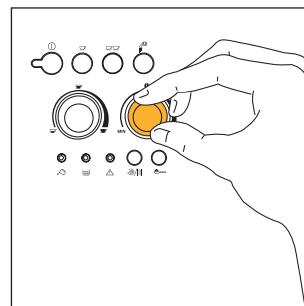
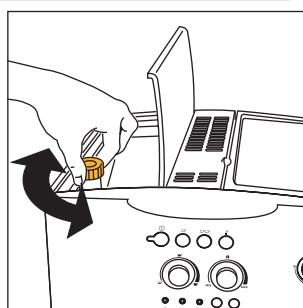

Рис. 7
Рис. 17
- 2) Поверните правую ручку, рис. 7, для установки необходимого количества молотого кофе. Чем больше вы поворачиваете ручку по часовой стрелке, тем большее количество зерен кофе будет помолото и тем крепче будет приготовленный кофе. При первом использовании необходимо путем проб приготовить несколько чашек кофе, чтобы определить правильное положение ручки. Будьте внимательны и не поворачивайте ручку по часовой стрелке слишком сильно, так есть вероятность получить слишком медленное вытекание готового кофе (каплями), особенно, если вы готовите две чашки кофе.
**Примечание 1:** Если кофе выходит каплями или не выливается весь, необходимо повернуть ручку регулировки помола, рис. 17 на один щелчок по часовой стрелке, см. пар.6. Поворачивайте ручку постепенно на один щелчок до получения удовлетворительной подачи кофе.
**ПРИМЕЧАНИЕ 2:** если кофе выливается слишком быстро и пенка на кофе неудовлетворительная, поверните немного по часовой стрелке правую ручку, рис. 7. Путем проб приготовьте несколько чашек кофе, чтобы определить правильное положение ручки. Будьте внимательны и не поворачивайте ручку по часовой стрелке слишком сильно, так есть вероятность получить слишком медленное вытекание готового кофе (каплями), особенно, если вы готовите две чашки кофе. Если посл нескольких чашек кофе не удастся добиться удовлетворительной пенки, поверните так же ручку регулировки помола, рис. 17, против часовой стрелки на один щелчок (см. пар. 6).
**ПРИМЕЧАНИЕ 8:** со временем при износе кофемолки кофе будет вытекать слишком быстро и не будет иметь пенки, так как помол станет крупнее. Для решения этой проблемы необходимо отрегулировать степень помола кофеварки, повернув ручку регулировки степени помола, рис. 17, против часовой стрелки на один щелчок (как описано в гл. 6).
Кофемолка не должна подвергаться регулировке (по крайней мере вначале), так как уже отрегулирована на заводе для обеспечения правильной подачи кофе. Тем не менее, если после первых чашек кофе выливание кофе будет слишком быстрым или медленным (каплями), необходимо произвести коррекцию при помощи ручки степени помола кофе, рис. 17. После поворота ручки по часовой стрелке на один щелчок (равный одной цифре), кофе выливается из кофеварки быстрее (не капая).